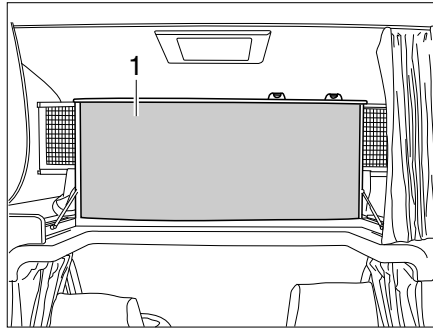

Fig. 156 Lit de capucine, rabattu vers le haut
- Rabattre vers le haut le lit de capucine (Fig. 156,1). Le lit de capucine est maintenu en position verticale par des ressorts à pression de gaz.